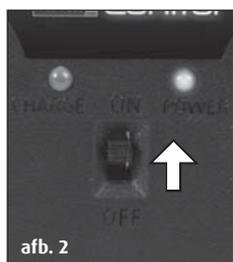

afb. 1
2. De stekker van de laadkabel voorzichtig in de laadbus van de helikopter steken (afb. 1). De stekker moet makkelijk in de laadbus kunnen worden gestoken - GEEN GEWELD GEBRUIKEN. Als de stekker niet correct in de laadbus wordt gestoken kan de helikopter worden beschadigd en onder omstandigheden kan er gevaar voor letsels bestaan.
- b. De stekker van de laadkabel voorzichtig in de laadbus van de helikopter steken (afb. 1). De stekker moet makkelijk in de laadbus kunnen worden gestoken - GEEN GEWELD GEBRUIKEN. Als de stekker niet correct in de laadbus wordt gestoken, kan de helikopter worden beschadigd en onder omstandigheden kan er gevaar voor letsels bestaan.
De stuwkrachtregelaar (de linker regelaar van de afstandsbesturing) moet voor het inschakelen naar onder wijzen. Aansluitend de controleschakelaar van de afstandsbesturing op „ON” zetten (afb. 1), dan licht de Power-LED rood op.